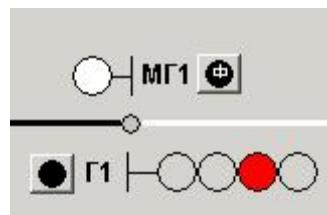

Рисунок 24
- горочных светофоров Г, Г1 и Г2 – горением красных лампочек при красном огне на светофоре или буквы «Н» на световом указателе одновременно с мигающим красным огнем. Горением зеленых лампочек при зеленом огне на светофорах. Горением зеленой и желтой лампочек при зеленом и желтом огнях на светофорах (рисунок 24);
- маневровых светофоров – горением белой лампочки при лунно-белом огне на светофорах (рисунок 24).